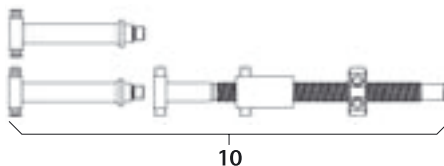

Abb. 14
- Spindeldistraktor **10** montieren, siehe Abb. 14.